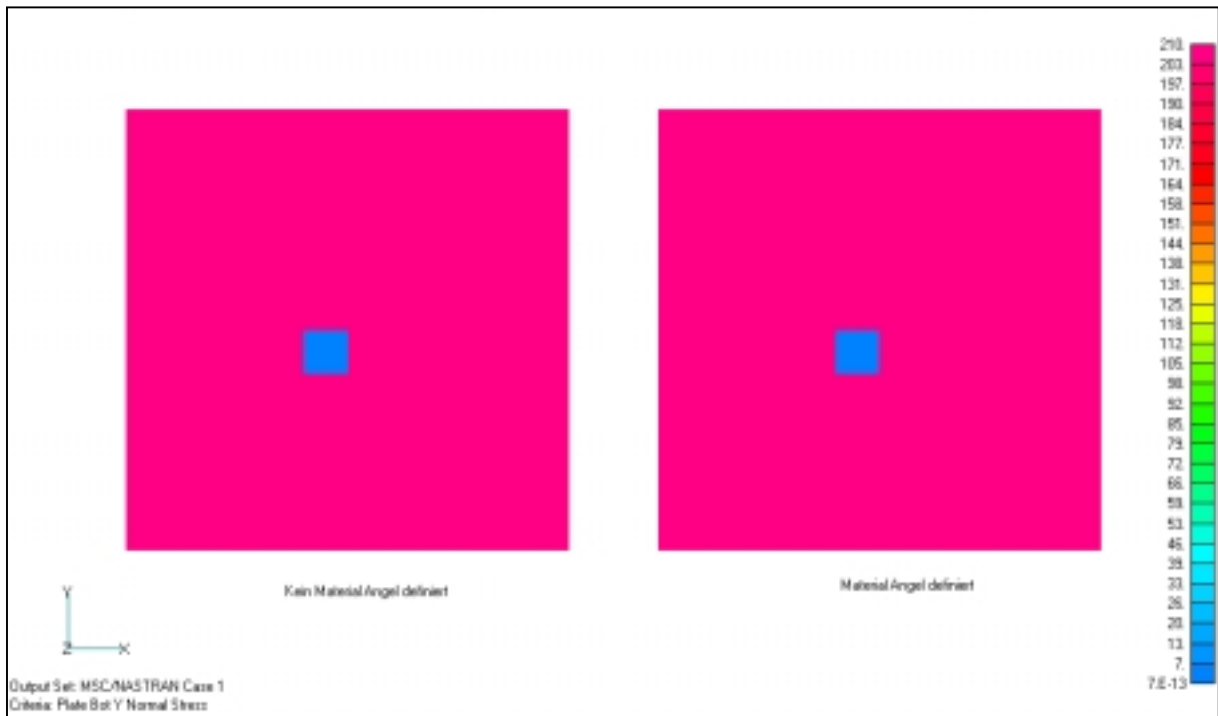

Abb. 5: Ergebnisse ohne Tensortransformation
2. Ohne weitere Maßnahmen werden die Spannungen für beide Seiten falsch dargestellt (Abbildung 5).